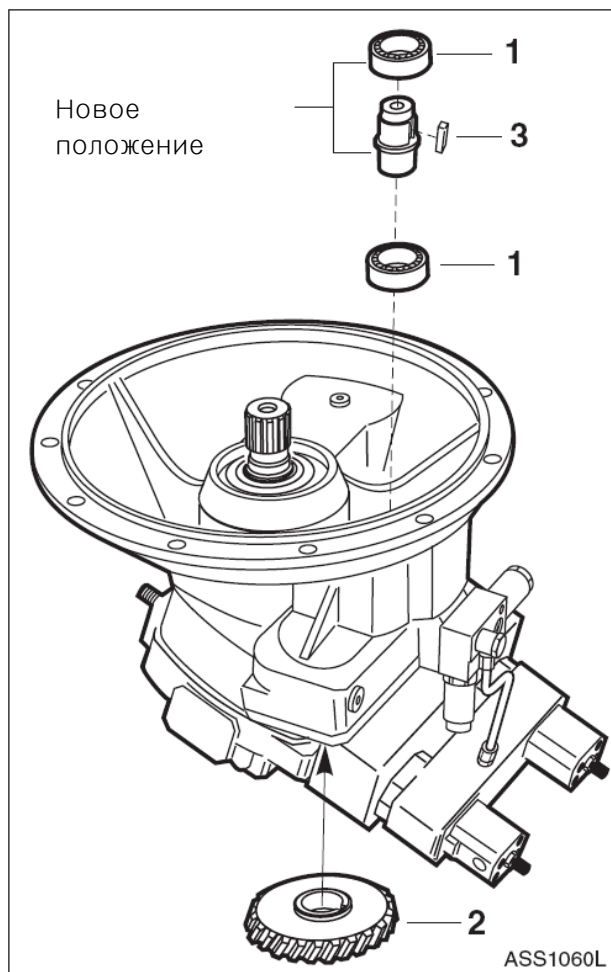

Рис. 107
1. Запрессуйте подшипник (1, рис. 107) в корпус.
2. Установите промежуточное зубчатое колесо (2, рис. 107) и выровняйте его через боковое отверстие в приводе.
3. Охладите болт (3, рис. 107) азотом и установите его.
4. Впрессуйте подшипник (4, рис. 107).